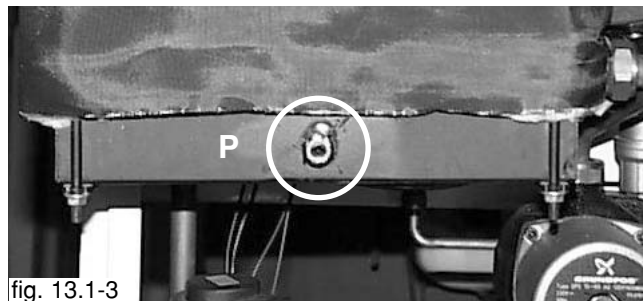

fig. 13.1-3
- al fine di agevolare la manutenzione del bruciatore, sul corpo caldaia e' presente un perno filettato (part. P, fig. 13.1-3) al quale il bruciatore, una volta estratto, puo' essere agganciato